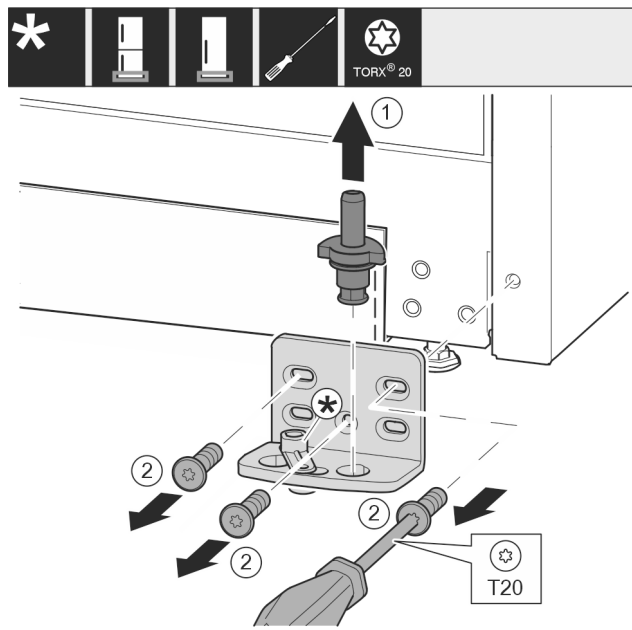

Fig. 13
- ▶ Ležajni sornik v celoti izvlecite navzgor. Fig. 13 (1)
- ▶ Vijake odvijte z izvijačem T20 in snemite ležajni podstavek. Fig. 13 (2)